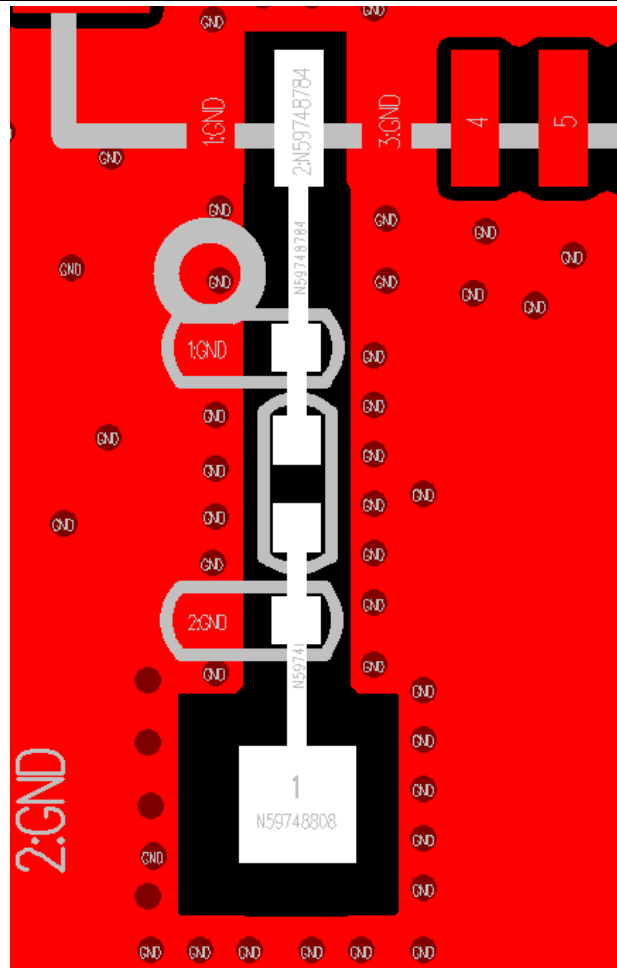
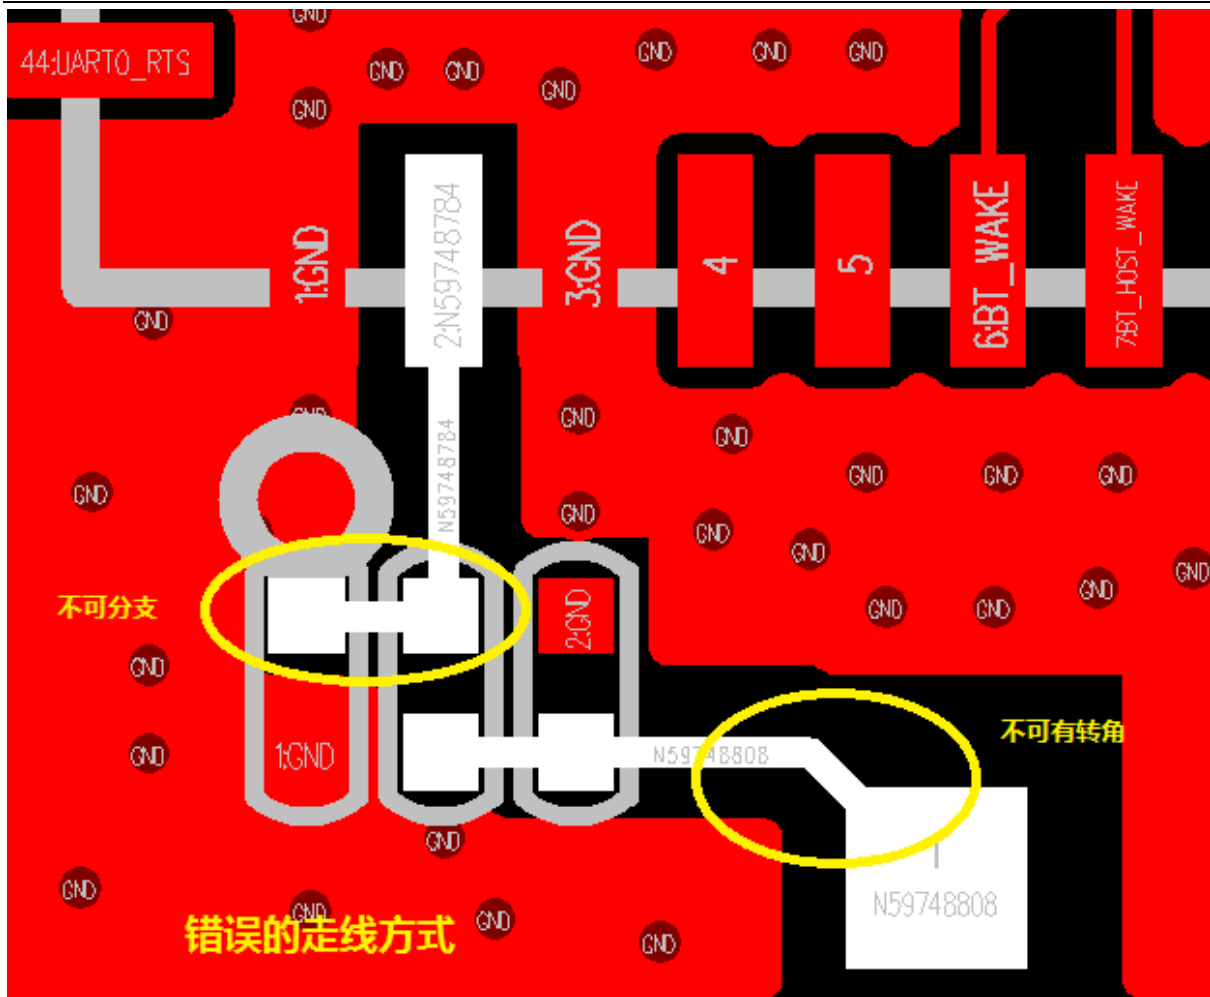
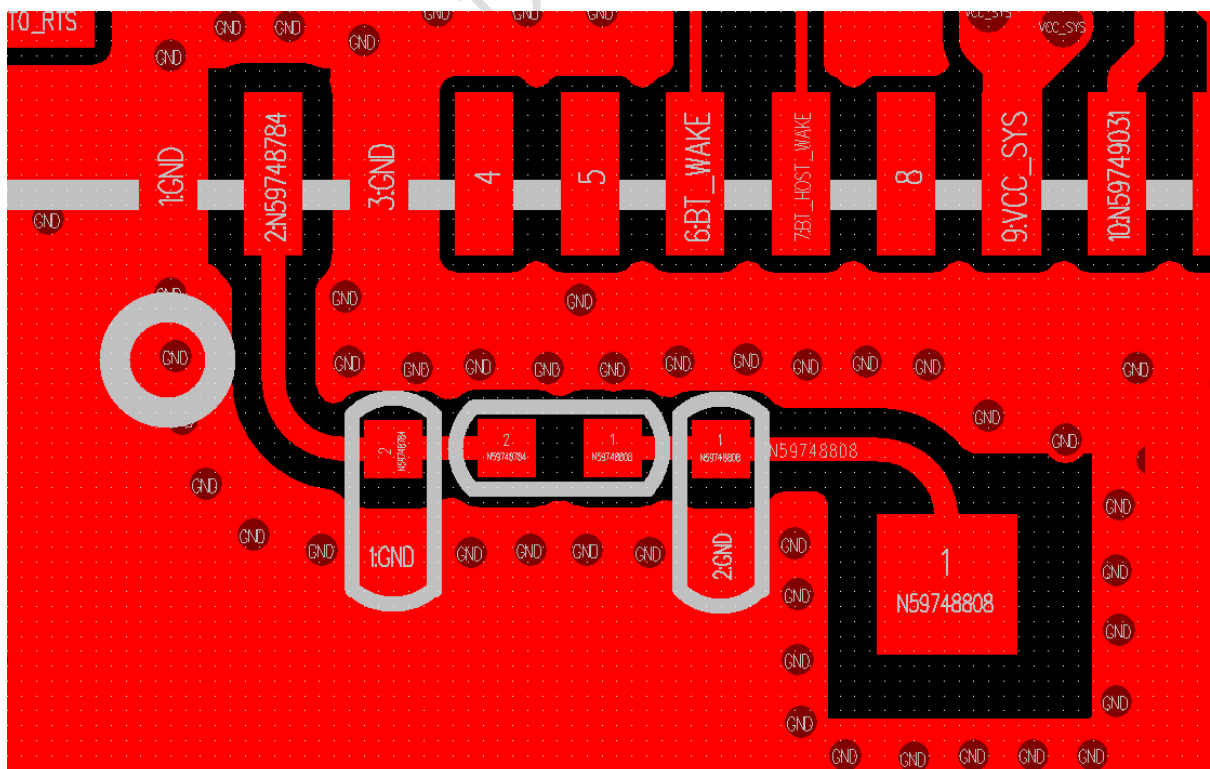

图22-7
图22-8
图22-9
- 天线布线越长，能量损耗越大，因此在设计时，天线路径越短越好，不能有分支出现，不能打过孔，如图22-7所示，图22-8为错误的走线方式。
- 天线走线有遇到需转向时，不可以用转角的方式，需用弧形走线，如图22-9所示，图22-8为错误的走线方式。